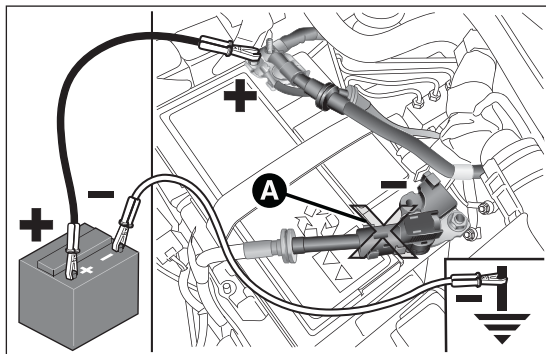

fig. 113
- ☐ conectar los bornes positivos (signo + cerca del borne) de las dos baterías con un cable adecuado fig. 113;